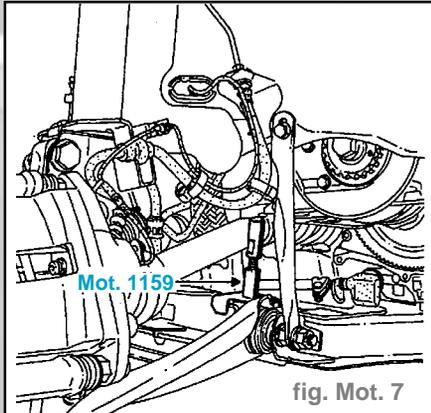

fig. Mot. 7
- Mettre en place l'outil **Mot 1159** entre le berceau et le carter-cylindres (fig. Mot. 7).